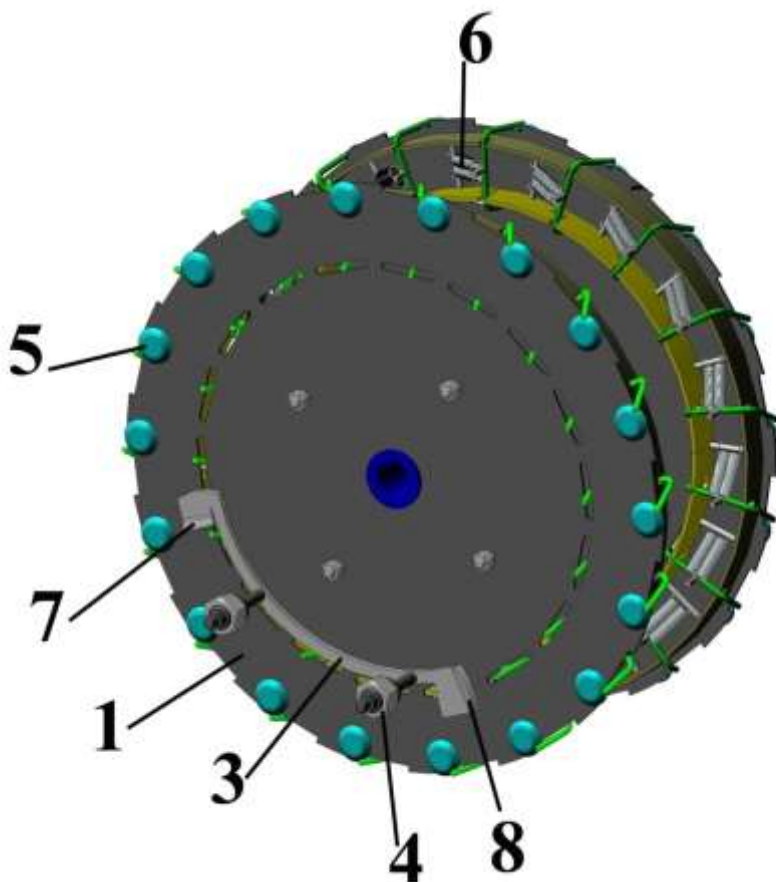

Рисунок 3 – Аппарат высаживающий
3.5 Высаживающий аппарат (рис. 3) состоит из диска, лекала 3 с регулировочными гайками 4. В пазах диска установлены ложечки 5, прижим ложечек к диску в закрытом состоянии производится пружинами 6.